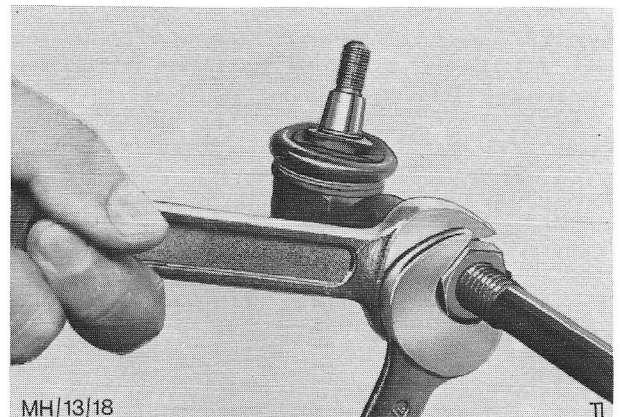

Fig. 13. Spoorstangeind verwijderen.
2. Draai de contraoeren los en verwijder de spoorstangeinden, zie fig. 13.